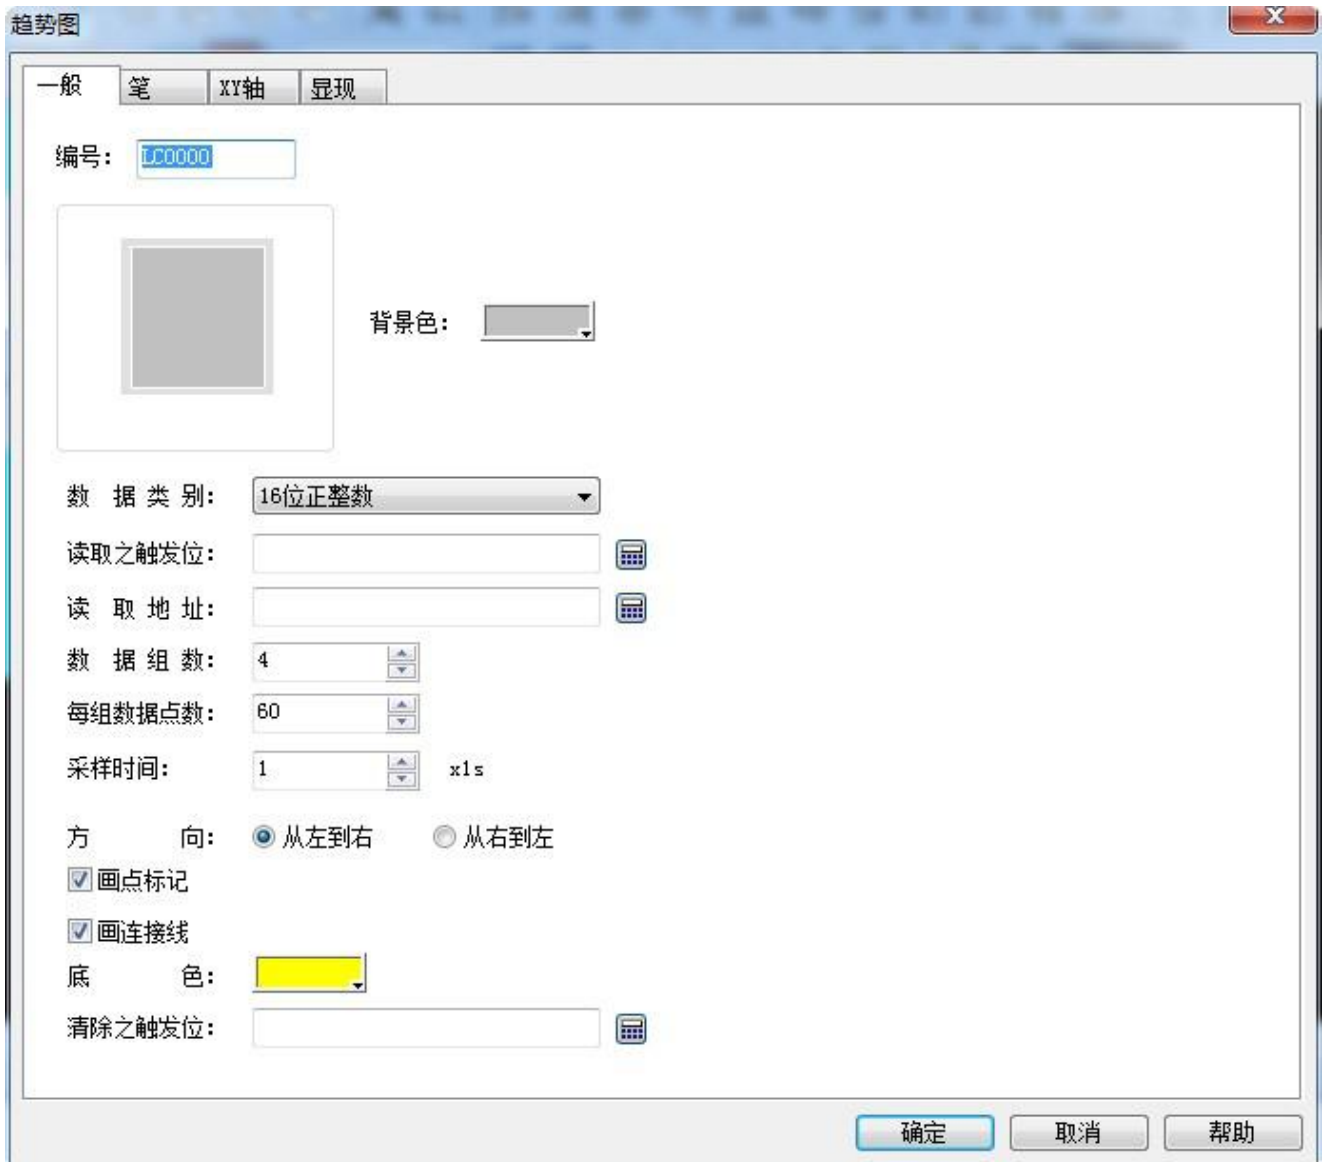

图 4-90 趋势图对话框
1. 选择右侧工具栏功能控件下的趋势图图标 ，出现趋势图属性对话框，如图 4-90 所示：